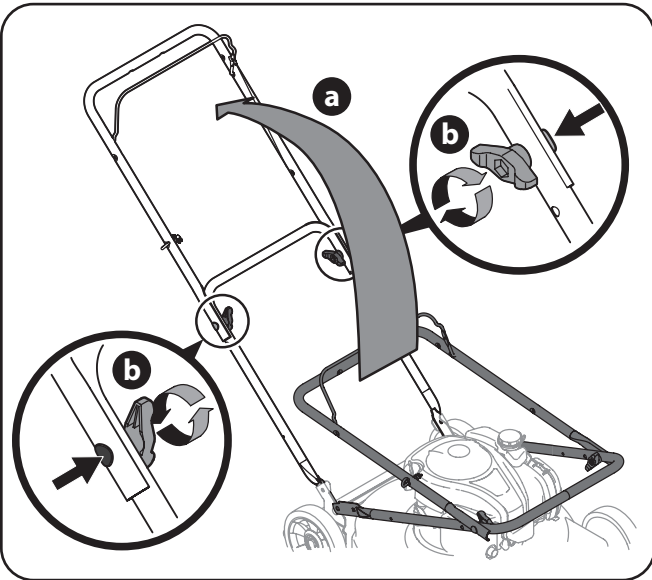

Figura 3-1
a. Tire y retroceda la manija superior como se muestra en la Figura 3-1. Asegúrese de que la manija inferior esté asentada firmemente en los soportes de montaje de la manija. Asimismo, no prensa los cables mientras levanta la manija.